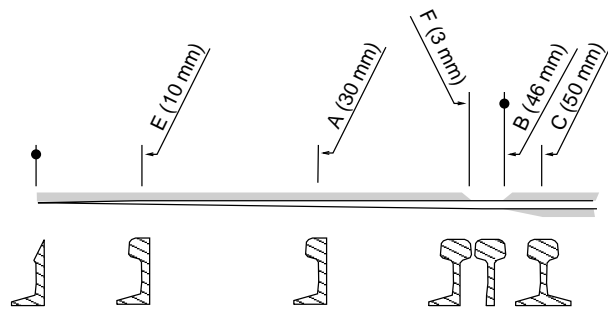

Abbildung 9: Draufsicht Zungenschiene mit Schnitten durch das Profil
4. Den Bereich »E« auf der Innenseite bearbeiten. Dabei nur den Schienenkopf und diesen schräg bearbeiten (an der Zungenspitze), so dass er an der Oberkante dünner ist als zum Schienenhals hin. Damit ist er der Spurkranzschräge angepasst (siehe Abbildung 9 auf der vorherigen Seite).